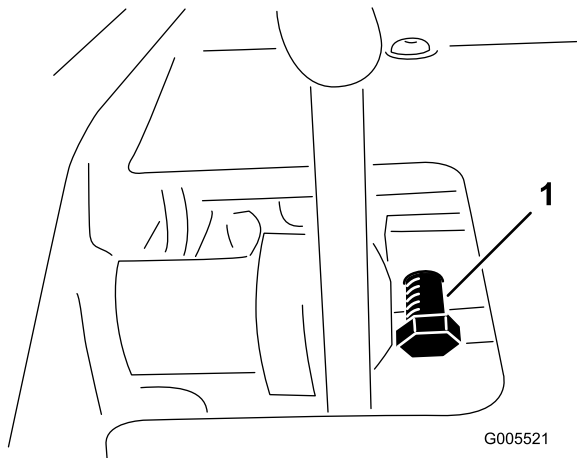

Bild 57
1. Lösen Sie die Klemmmutter an der Pedalsperrenschraube (Bild 57).